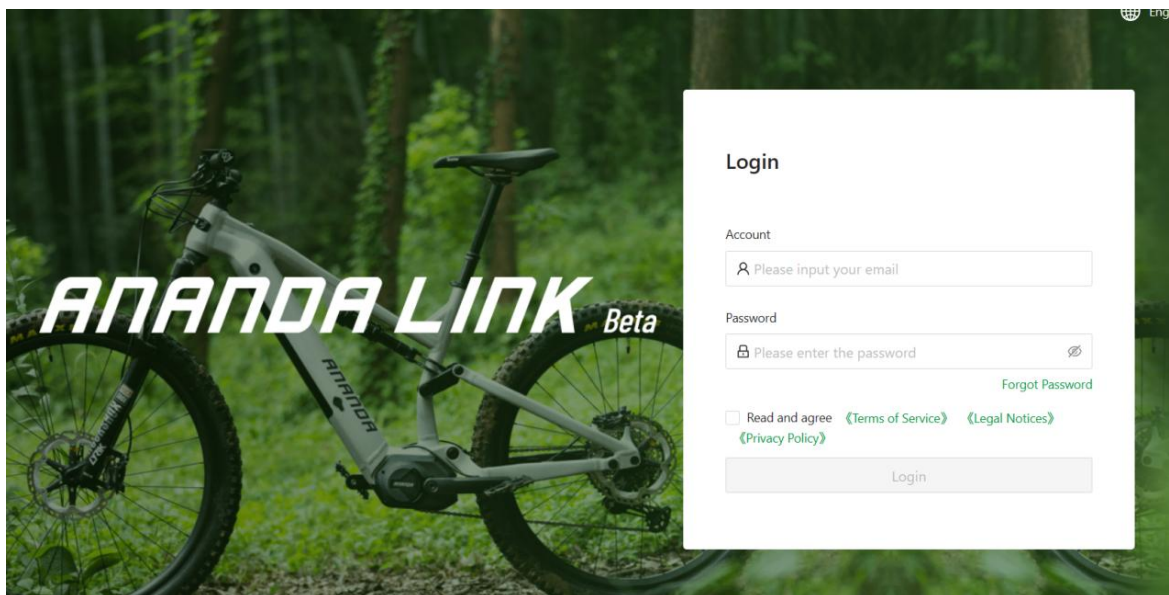

Fig5
- Cliccare sul pulsante "INVIA RICHIESTA".(Fig5)